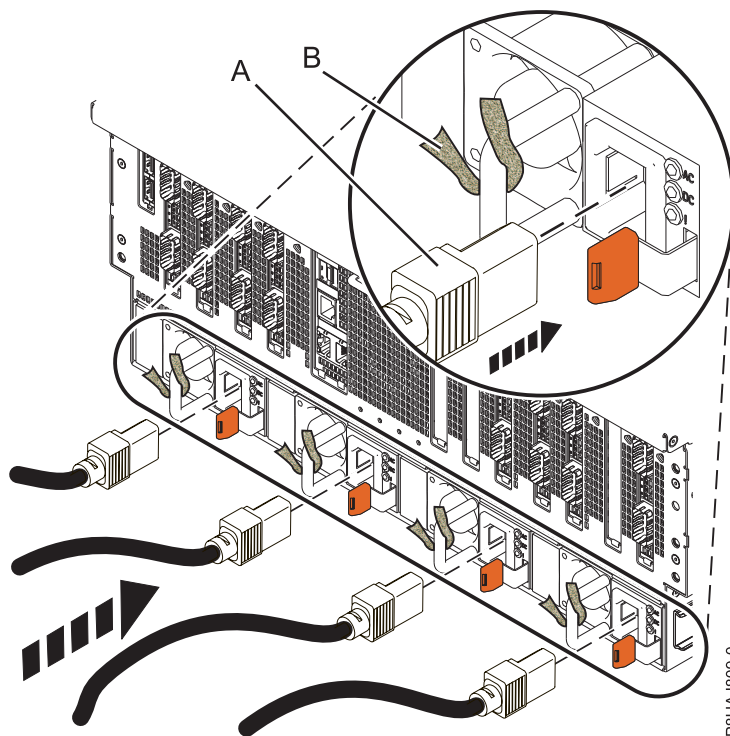

Figura 22. Conectando os cabos de energia e prendendo os cabos com prendedores.
- a. Plugue os dois cabos de energia às fontes de alimentação (A). Consulte Figura 22 na página 30.
- c. Fixe os cabos com abraçadeiras ou fitas de velcro (B), conforme mostrado em Figura 22 na página 30.